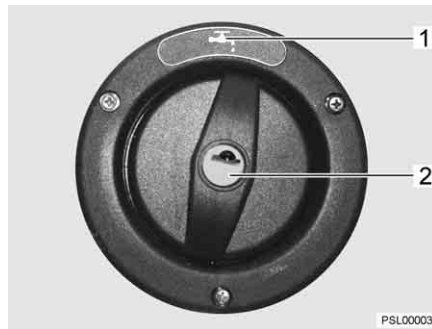

Bild 201 Verschlussdeckel für Trinkwasser-Einfüllstutzen
Der Trinkwasser-Einfüllstutzen ist mit dem Symbol "1" (Bild 201,1) gekennzeichnet. Der Verschlussdeckel wird mit dem Schlüssel für die Außenklappenschlösser geöffnet und verschlossen.
- Schlüssel in Schließzylinder (Bild 201,2) stecken und eine viertel Umdrehung entgegen dem Uhrzeigersinn drehen.